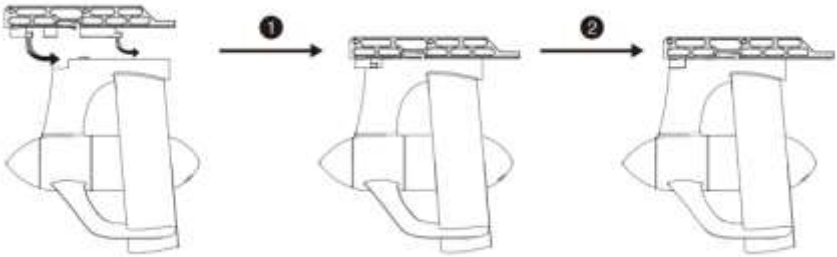

Abb. 3-1
1) Befestigen Sie den US-Fin-Box-Adapter am Motorfuß (Abbildung 3-1). Richten Sie den Adapter zuerst entsprechend des Motorfußes aus; Stecken Sie den Adapter danach in den Motorfuß, bis er gut befestigt ist.